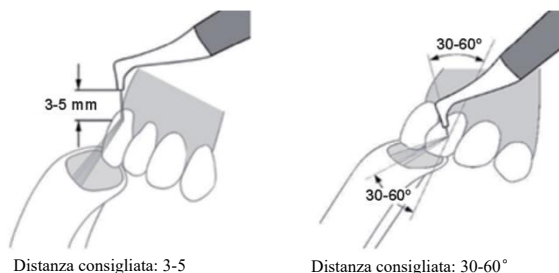

Fig. 5 Schema schematico della sabbiatura sulle gengive
2.3.4.5 Allineare l'ugello alla superficie del dente. Si raccomanda di mantenere una distanza di 3-5 mm tra l'ugello e la superficie del dente. Si raccomanda che la direzione del getto d'aria e la superficie del dente formino un angolo di 30°-60°, come mostrato nella fig. 5.